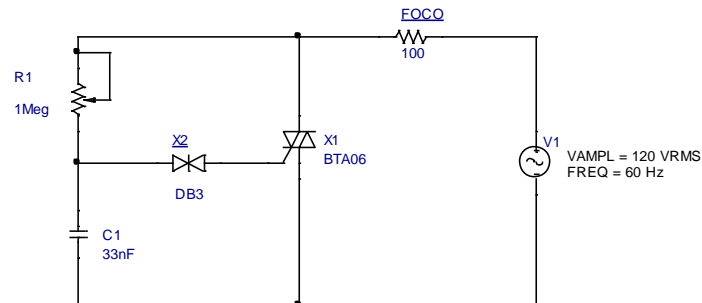

Figura 1
1. Explique en 5 líneas como el circuito de la figura 1 se controla el ángulo de disparo.